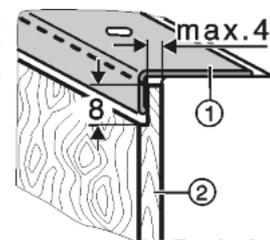

Fig. 38
- Dickere Dekorplatten Fig. 38 (2) nach Abbildung auf maximal 4 mm Dicke abstufen.